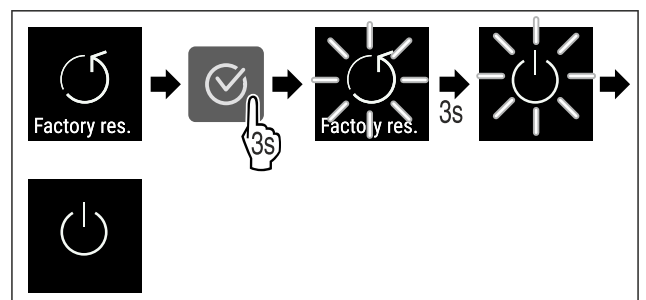

Fig. 113
- ▶ Hajtsa végre a művelet lépéseit (lásd Fig. 113) .